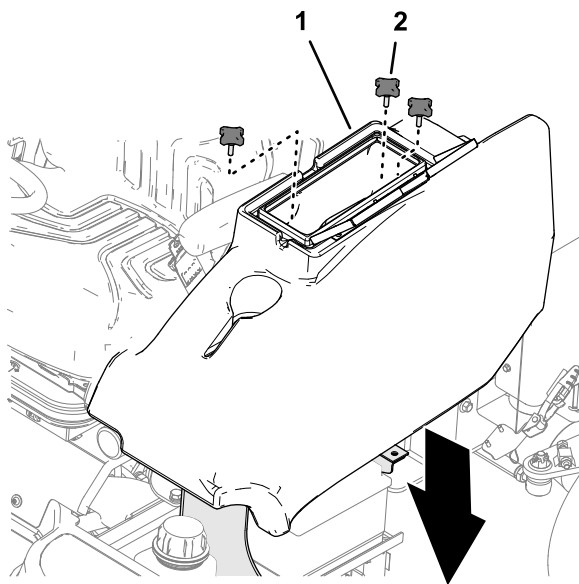

Figura 54
2. Monte o compartimento de armazenamento na máquina com os três manípulos (Figura 54).